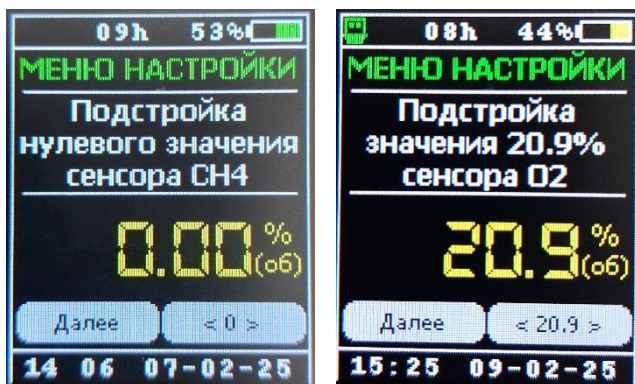

Рисунок 9.9.
9.6.3 Для подстройки нулевых значений необходимо выбрать подпункт «Подстройка нуля», при этом на дисплее отобразится текущее значение концентрации (рисунок 9.9).